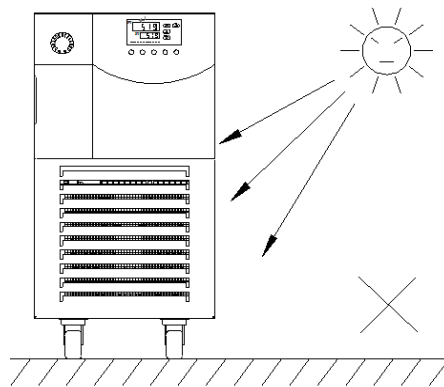

图2
3. 机组安装时，应注意风换热器方向以利于通风并避免阳光直射（图 2）。